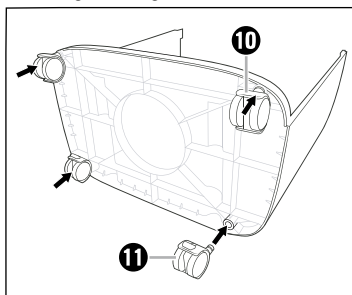

Fig. 1
- ◆ Monter hjulene **10** på forsiden og hjulene med låsearmene **11** på bagsiden af produktsoklen **15**. Tryk hjulene ned i hullerne på produktsoklen **15**, indtil de går i indgreb med et hørbart klik (se fig. 1).